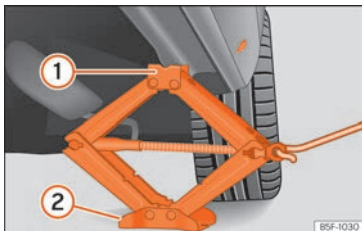

Abb. 192 Längsholm: Wagenheber ansetzen.
- Drehen Sie die Kurbel des unter dem Aufnahmepunkt des Längsträgers befindlichen Wagenhebers, bis sich die Nase (1) » » » [Abb. 192] unter der vorgesehenen Einführung befindet.
- Richten Sie den Wagenheber so aus, dass sein Aufnahmehorn (1) in die dafür vorgesehene Aufnahme am Längsträger „greift“ und die bewegliche Grundplatte (2) plan auf dem Boden aufliegt. Die Bodenplatte (2) muss sich dabei senkrecht unter dem Aufnahmepunkt (1) befinden.